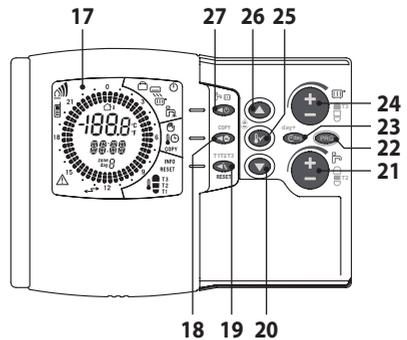
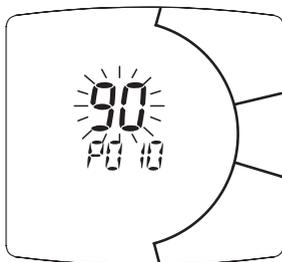
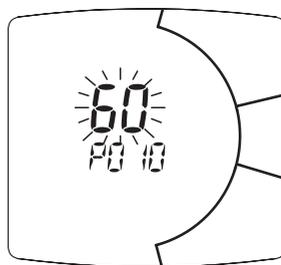

Figura 5.47
Figura 5.50
Figura 5.51
- Scorrere i vari parametri utilizzando il tasto 21 in Figura 5.47 fino a far apparire sul display LCD le lettere **P010** con sopra il relativo valore del parametro **90** (corrispondente ad un tempo di riaccensione di 3 minuti circa) che lampeggia, indicante l'entrata nel "parametro 10" (Figura 5.50).
- Modificare il SET programmato agendo sul pulsante 24 in Figura 5.47 fino a visualizzare un **set di 60**, aspettare che il numero programmato cominci a lampeggiare (Figura 5.51).